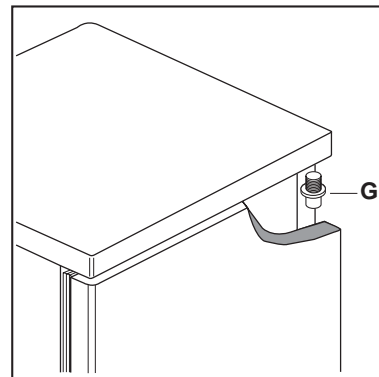

Abb.3
- Obere Tür vom oberen Stift (G) abnehmen (Abb.3).
- Oberen Stift abnehmen und an gegenüberliegende Seite montieren (Abb.3).
- Abdeckungen (I) abnehmen und an der gegenüberliegenden Seite montieren.
- Unteres Scharnier (A) auf gegenüberliegende Türseite montieren.